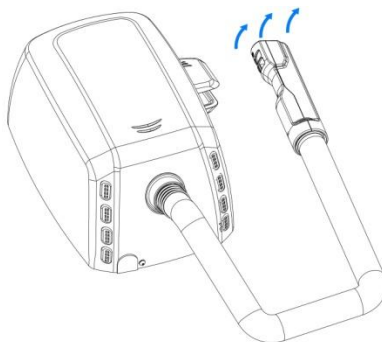

Fig. 2
- Per prima cosa, togliere la bocchetta di uscita dell'aria dalla propria sede (Fig.2).